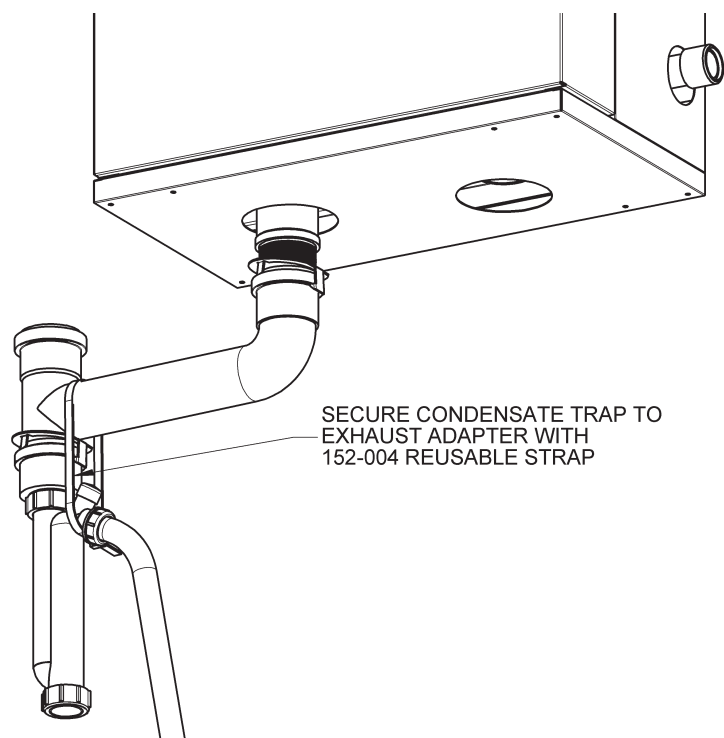

Figure 17 : Installation du collecteur de condensat – PP
Pour la connexion des systèmes de ventilation PPS, il est nécessaire d'utiliser une trousse de transition IBC VFC; choisissez la trousse qui correspond au type de conduit d'évacuation en PP utilisé lors de l'installation (voir page 1-5). On notera que cette trousse est nécessaire à la réalisation d'une connexion sécuritaire avec le raccord NPT-mâle fileté de 2 po de la sortie de gaz de combustion de la chaudière et au drainage adéquat par la chaudière et par le conduit d'évacuation externe. Assurez-vous d'utiliser des pinces de retenue en métal à chaque joint en PP du système, y compris celui entre le PP et le coupleur en acier inoxydable, immédiatement sous la sortie de gaz de combustion de la chaudière. On doit installer le collecteur de condensat à la sortie de vidange située au bas du raccord de transition en PP, comme dans la figure 17.
6. Vérifier que l'écrou à compression de la goulotte de vidange (E) est bien fixé en appliquant 10 lb de pression sur le corps du collecteur (D). Installer ensuite la sangle réutilisable IBC #152-004 comme indiqué dans la Figure 17 afin de prévenir la purge du collecteur lors d'un retard de l'allumage. Vérifier que la sangle est bien installée dans le V formé par le corps du collecteur et la sortie de vidange de ce dernier (F).